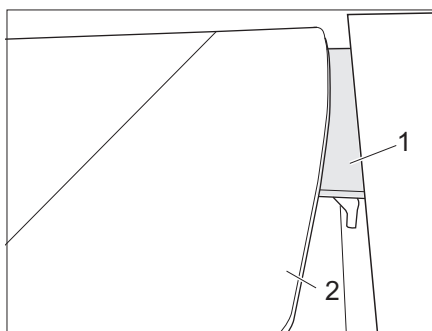
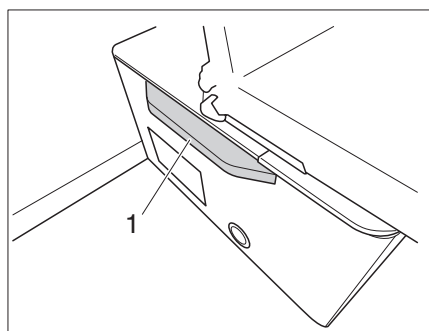

Fig. 119 Bajar la mesa sobre el borde de apoyo
Fig. 120 Bajar la mesa sobre el ensanchamiento
- Girar el tablero de la mesa (Fig. 119,2) hacia abajo sobre el borde de apoyo (Fig. 119,1) o dejarlo en el ensanchamiento previsto (Fig. 120,1).